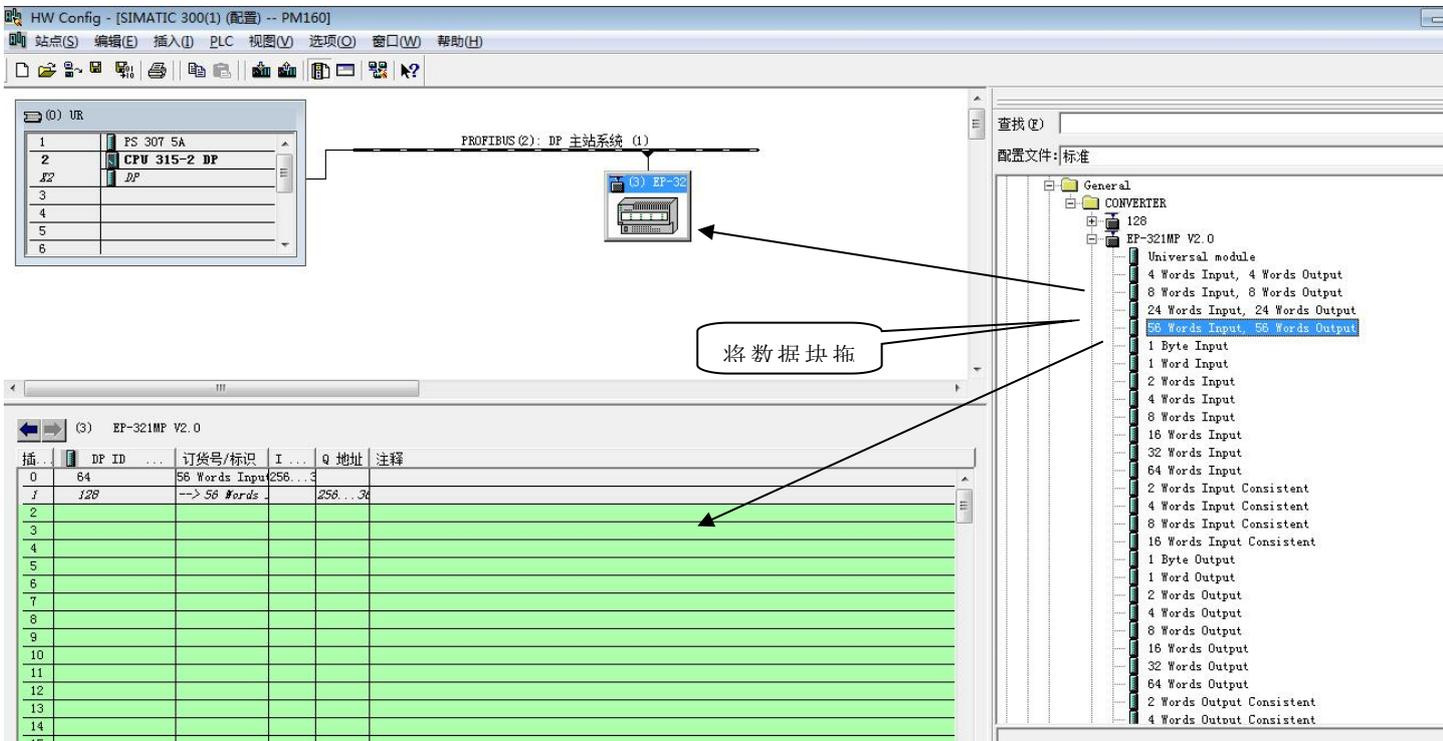

图 10
11. 将从站 EP-321MP 配入到 PROFIBUS DP 网络配置当中，并将输入输出数据块，映射到 S7-300 或者其它控制器的内存当中。如图 10: